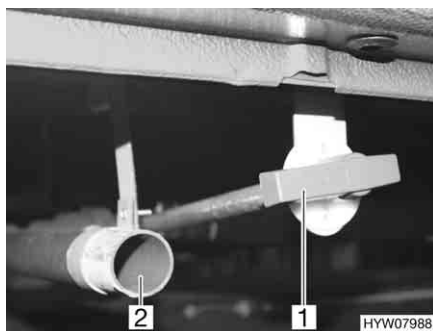

Fig. 83 Leva di comando e tubo di scarico del serbatoio delle acque grigie
La leva di comando (Fig. 83,1) per lo scarico delle acque grigie è installata accanto al tubo di scarico (Fig. 83,2) sul lato sinistro del veicolo.
- Fissare il tubo di gomma per lo scarico (accessorio opzionale) al tubo di scarico (Fig. 83,2).
- Aprire il rubinetto di scarico. A questo scopo ruotare la leva di comando (Fig. 83,1) del rubinetto di scarico di un quarto di giro. Le acque grigie vengono scaricate.
- Dopo la completa fuoriuscita delle acque grigie, richiudere il rubinetto di scarico. A questo scopo ruotare la leva di comando (Fig. 83,1) del rubinetto di scarico di un quarto di giro.